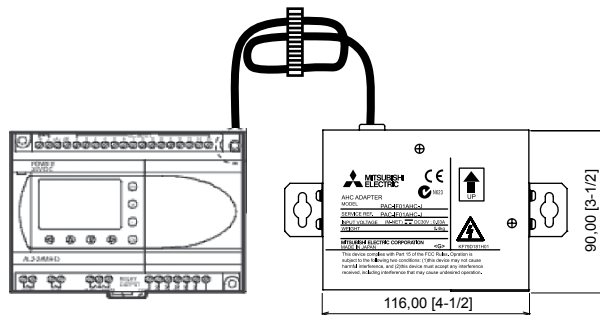
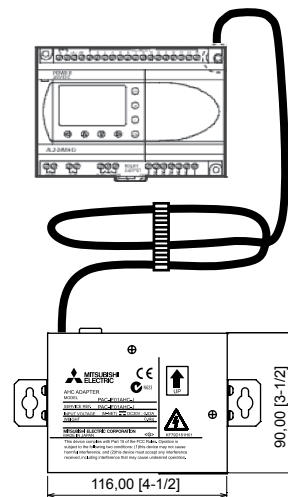

Рис. 7-1
Рис. 7-2
* Зафиксируйте кабель, соединяющий ALPHA2 и АНС ADAPTER, с помощью поставляемой кабельной стяжки независимо от того, используются Г-образные арматуры или DIN-рейки. (Рис. 7-1 и Рис. 7-2)